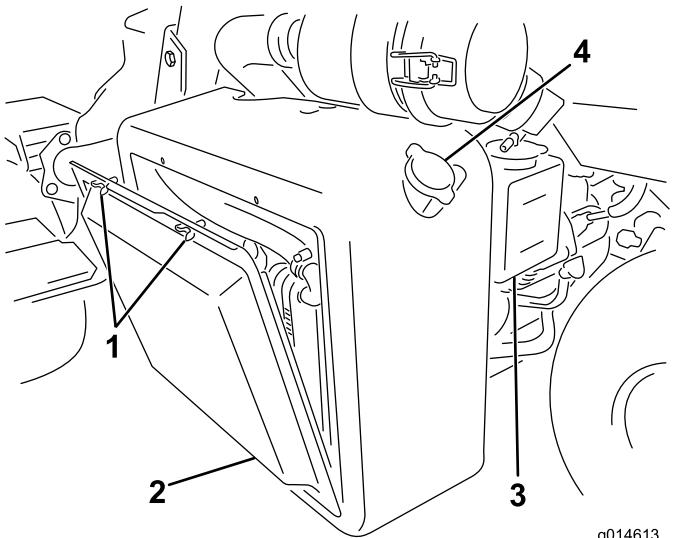

**Figura 26**
1. Limpie alrededor del tapón del depósito de combustible (Figura 26).